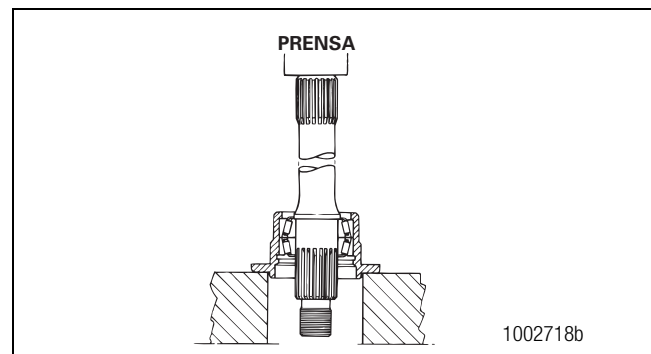

Figura 3.13
- A. Coloque la flecha de salida y la jaula de cojinetes de salida en una prensa. Figura 3.13.